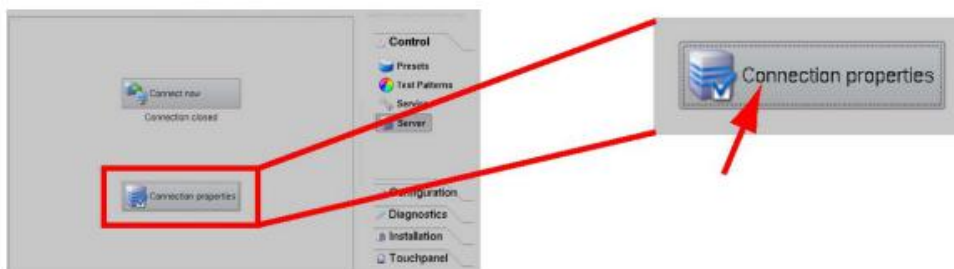

图 21 巴可触摸面板设置[连接属性]。
1. 在巴可触摸面板上，选择**[控制]** → **[服务器]**，将出现新窗口**[连接属性]**，如图 21 所示。